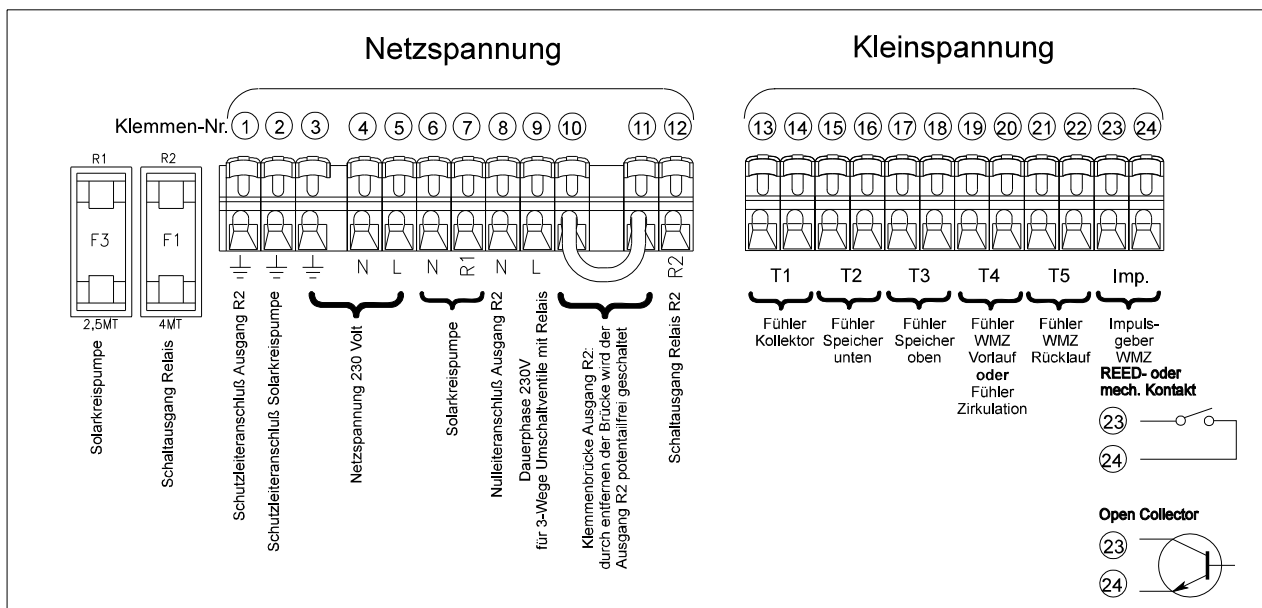

Bild 6: Anschlussklemmen des Systemreglers
Die Netz- und Pumpenanschlussleitung sind an den vorgesehenen Anschlussklemmen (Bild 6, Pos. ① bis ⑫) anzuschließen. Jede Klemme darf nur mit einer Anschlußleitung (bis 2,5mm2) belegt werden. Bei feindrätigen Leitungen sind Aderendhülsen zu verwenden. Die Leitungen müssen außerhalb des Reglers zugentlastet werden.
Speicher- und Kollektorfühler sind an den vorgesehenen Anschlussklemmen (Bild 6, Pos. ⑬ bis ⑳) anzuschließen. Die Polarität der Fühlerkontakte spielt dabei keine Rolle. Leitungen müssen außerhalb des Reglers zugentlastet werden.
Werden Impulsgeber mit einem "Reed-Schalter" verwendet, ist die Anschlußpolung beliebig. Bei Verwendung einer "Open-Kollektor"-Beschaltung muß auf die richtige Polung geachtet werden (Bild 6).